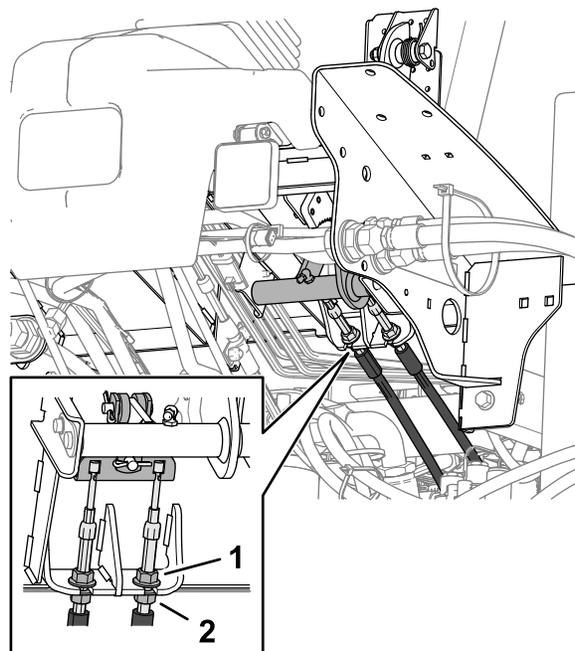

图 108
5. 要减少刹车踏板的自由行程应松开每根刹车拉线螺紋端的前锁紧螺母 图 108。